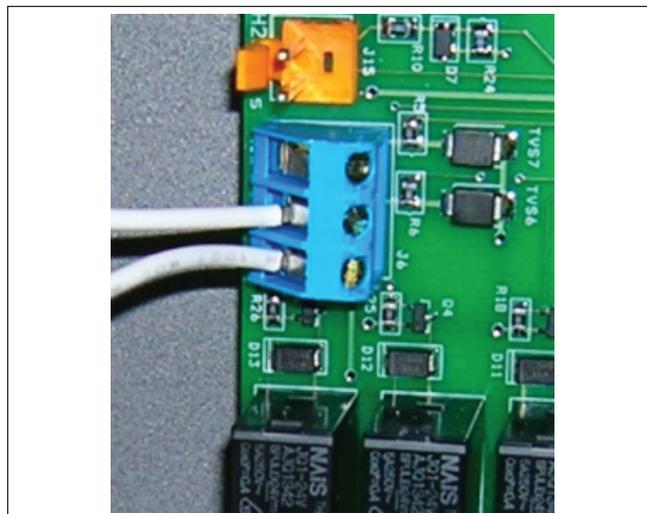

Figure 26. Connexion à AquaLink RS® ou TSTAT à distance (Connexion à 2 fils)
4. Connecter les câbles du système de commande de la piscine ou du spa à la borne de la télécommande du réchauffeur. Voir figure 26.